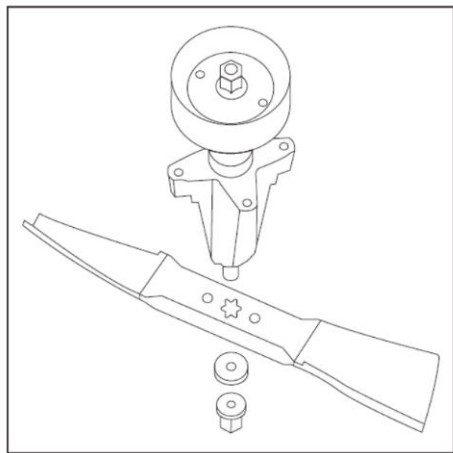

Fig.28
5. Ta bort knivmuttern, brickan och kniven. (Fig. 28)